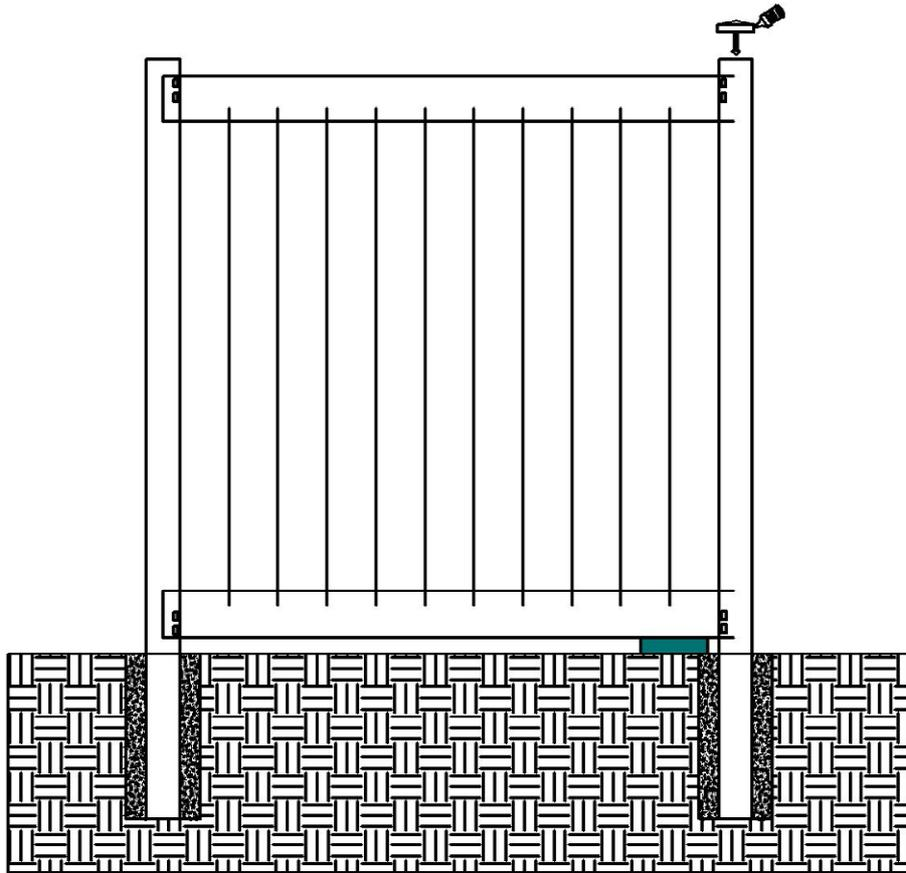

Abb.10
- Bringen Sie PVC-Kleber an der Innenseite der Pfostenkappen an und drücken Sie sie vollständig auf den Pfosten (Abb. 10).